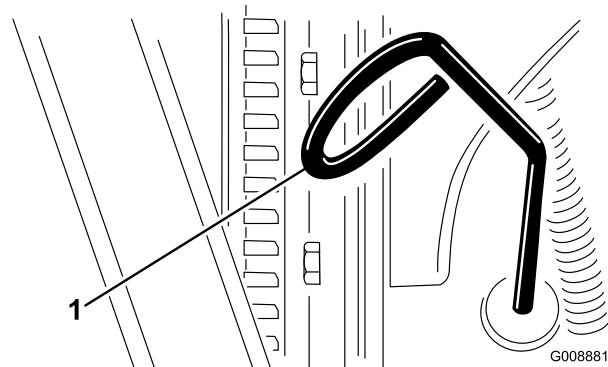

Bild 24
2. Nehmen Sie den Peilstab (Bild 24) heraus und wischen Sie ihn mit einem sauberen Lappen ab.